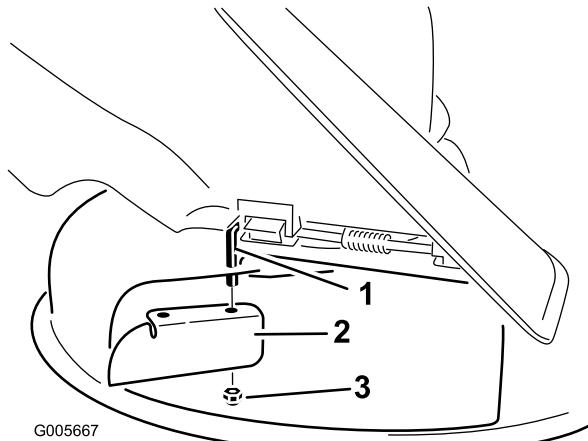

Bild 29
6. Montieren Sie das Versatzablenkblech an der frei liegenden Gelenkstange (Bild 29). Befestigen Sie das Ablenkblech mit der vorhandenen dünnen Mutter (3/8") am Mähwerk.